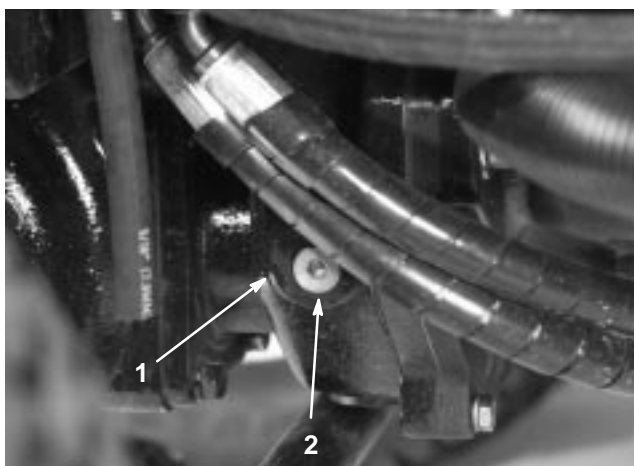

Figure 9
2. Enlevez le bouchon de contrôle/remplissage à gauche du boîtier d'engrenages (Fig. 9) et vérifiez que le lubrifiant atteint la base de l'orifice. Si le niveau est bas, ajoutez suffisamment de lubrifiant pour rectifier le niveau.